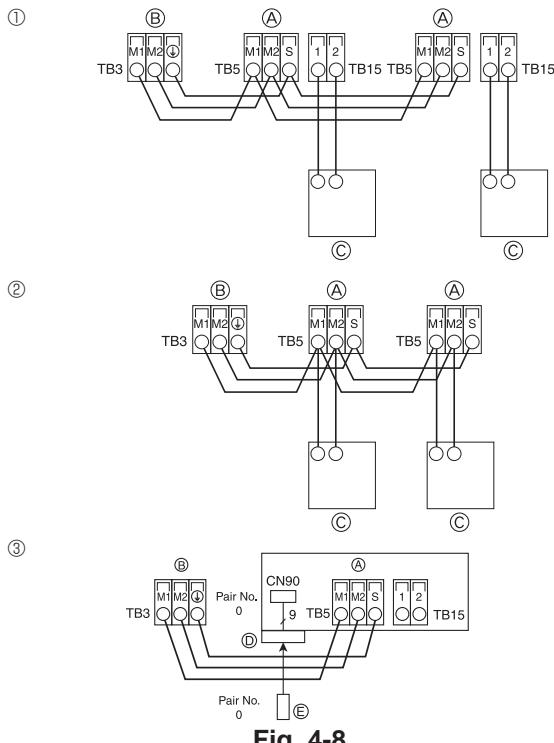
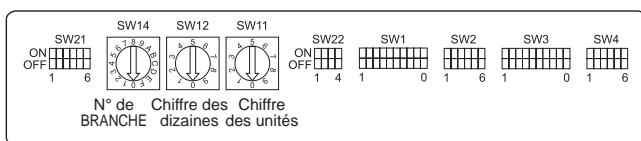

Fig. 4-8
Fig. 4-9
4.4. Raccordement des câbles de télécommande et des câbles de transmission intérieur et extérieur (Fig. 4-8)
- ① Télécommande MA**
- ② Télécommande M-NET**
- ③ Télécommande sans fil** (en cas d'installation d'un récepteur de signal sans fil)
4.5. Définition des adresses (Fig. 4-9)